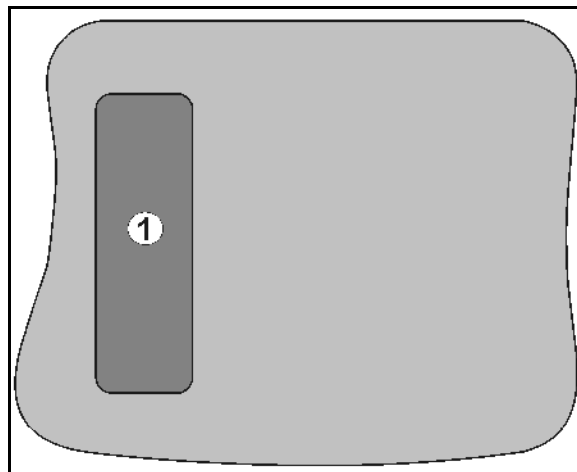

Fig. 9
- Au dos de l'appareil se trouve une touche Shift  (Fig. 9/1).